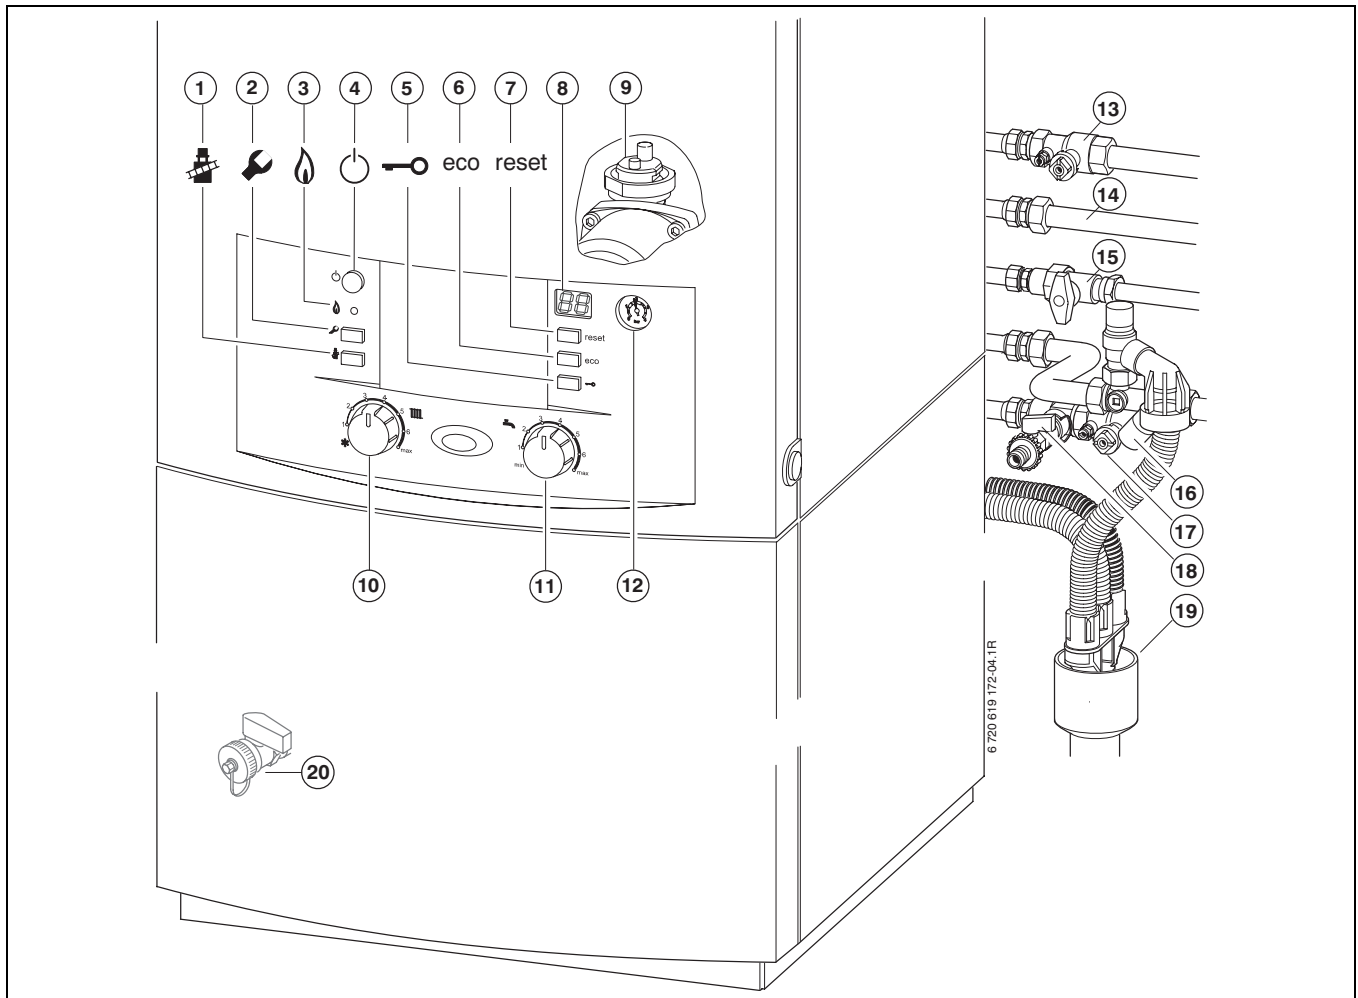

Bild 38
- ▶ Heizungsanlaufhahn und Heizungsrücklaufhahn (→ Bild 38, [13] und [17]) öffnen.